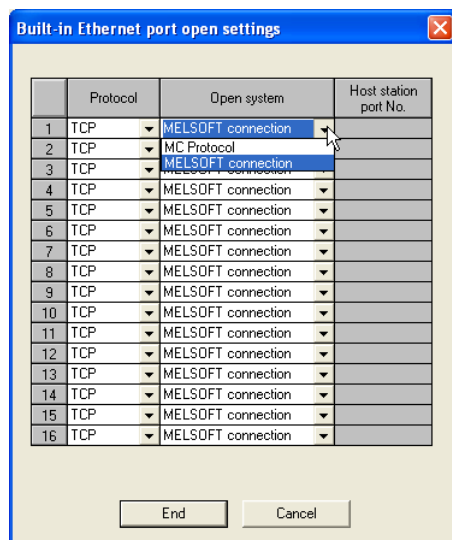

图 3.4 内置以太网端口打开设置画面
2) 对进行 GX Developer 连接 (MELSOFT 连接) 的连接进行设置。(参阅图 3.4)